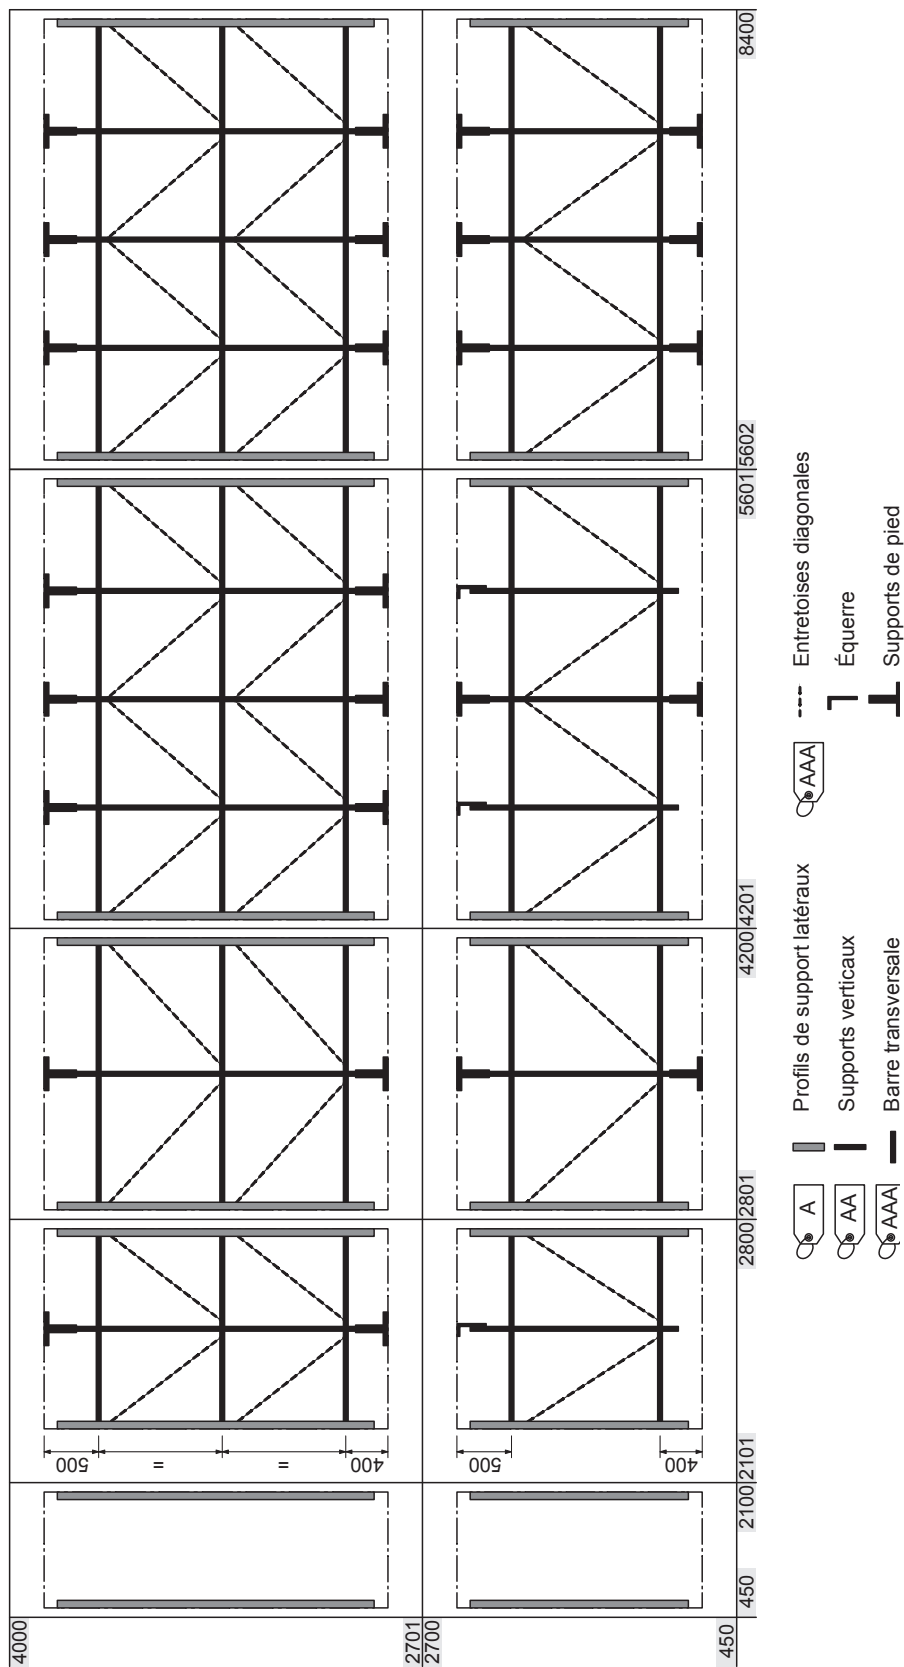

Fig. 6: Aperçu des constructions-cadre de l'unité de posthumidification (dimensions intérieures de l'unité de traitement d'air en mm)
**Important :** dans le cas de systèmes ayant une largeur >2800 mm, certains – voire tous les – supports verticaux de l'unité de posthumidification sont fixés au plafond et au plancher de l'unité de traitement d'air à l'aide de pieds d'appui spéciaux (voir Fig. 6). Dans le cas de systèmes ayant une largeur >4400 mm, le support vertical de l'unité de buses est fixé en plus au plancher de l'unité de traitement d'air à l'aide d'un pied d'appui (voir Fig. 28). Veillez à ce que les surfaces de montage sur lesquelles sont fixés les pieds d'appui au plancher (ou dans le bac) et au plafond soient renforcées par des traverses.
**Remarque :** la nécessité de monter le(s) pied(s) d'appui dépend de la largeur et de la hauteur de l'unité de traitement d'air (voir Fig. 6).
## 8. Montage des entretoises diagonales (étiquetée "AAA") (voir aussi aperçu des constructions-cadre dans Fig. 6) :